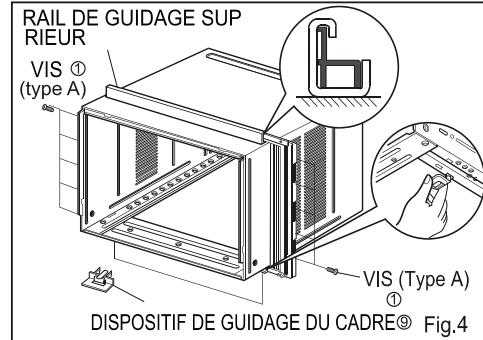

Fig.4
4. Insérer les guides du cadre dans la base du coffrage, la partie frontale du cadre devant être face à la partie frontale de celui-ci (Fig 4)
5. Insérez les volets d'étanchéité dans le rail de guidage supérieur et dans les dispositifs de guidage du cadre. (Fig 4)
6. Fixez les volets d'étanchéité à l'appareil à l'aide de quatre vis de type A (Fig4)